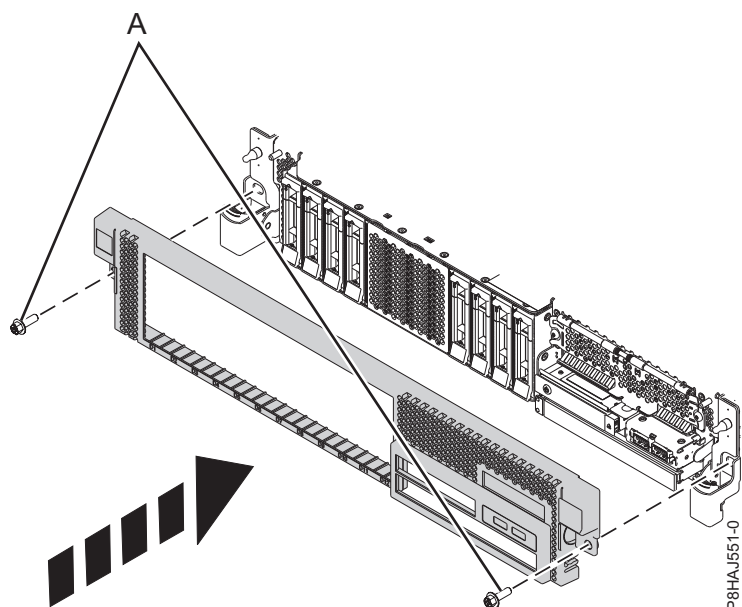

図 55. 前面カバーの取り付け
3. 74 ページの図 55 に示す方向にリリース・ラッチを押して、閉じます。 カチッという音がしてカバーが正しい位置に収まります。カバーにはより簡単につかむことができるくぼみがあります。
4. 配送用ねじ (A) を再取り付けします。